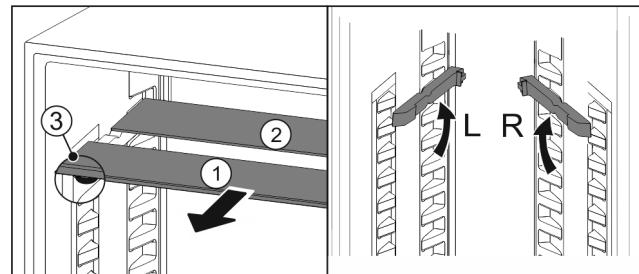

Fig. 59
- ▶ По одной извлеките Fig. 59 (1) полки движением вперед.
- ▷ Полка Fig. 59 (1) с декоративной планкой располагается спереди.
- ▷ Стопоры Fig. 59 (3) показывают вниз.